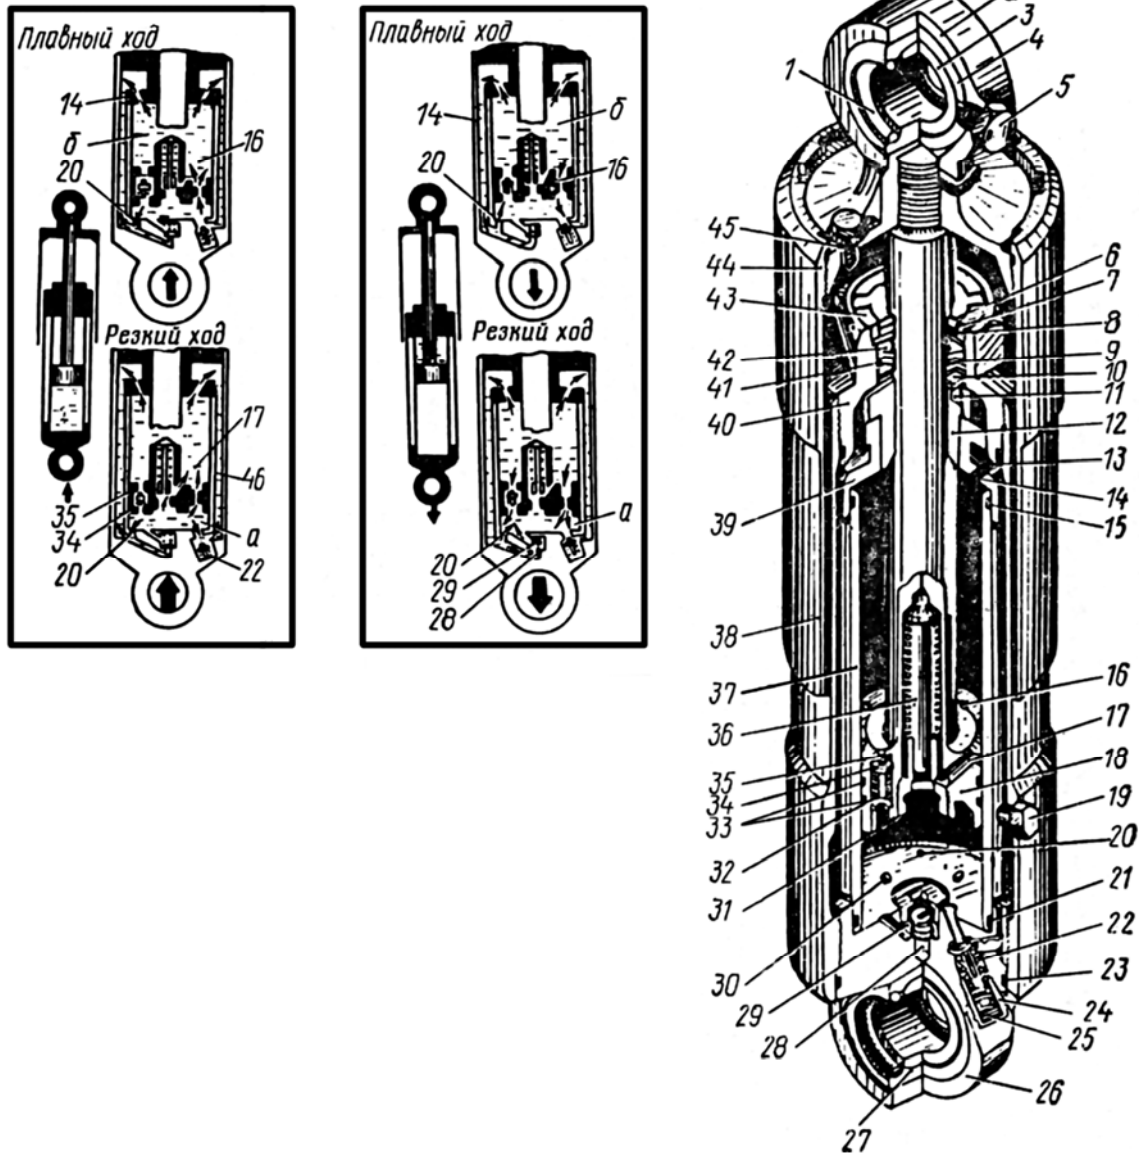

Рис. 6. Гидроамортизатор:
Гидравлические амортизаторы (рис. 6) служат для гашения колебаний машины, возникающих при ее движении.
**Принцип работы гидравлического амортизатора.** При наезде на препятствие опорный каток опускается или поднимается, соответственно происходит относительное перемещение поршня в цилиндре гидравлического амортизатора, установленную на этом катке. Если скорость перемещения катка, а стало быть, и поршня гидроамортизатора сравнительно невелика, то рабочая жидкость перетекает из одной полости цилиндра в другую через дроссельное отверстие 16 поршня (рис. 6), не открывая клапан. Благодаря сопротивлению, создаваемому при перетекании рабочей жидкости, колебания катков передаются на корпус с уменьшенными скоростью и размахом.